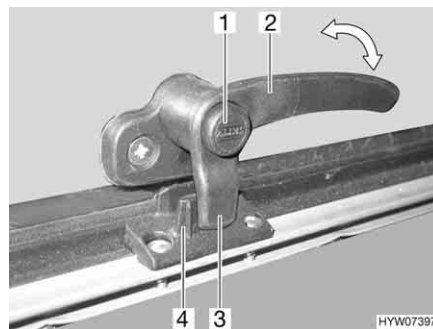
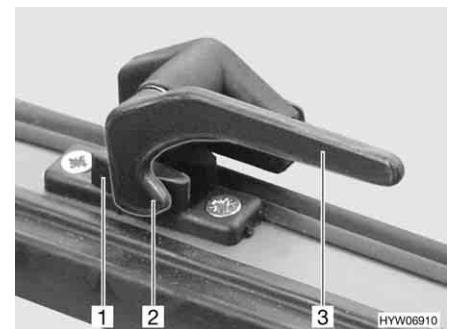

Fig. 73 Levier de verrouillage avec bouton de sécurité en position "Fermé"
Fig. 74 Levier de verrouillage en position "Fermé"
- S'il existe, appuyer sur le bouton de sécurité (Fig. 73,1) et le maintenir enfoncé.
- Tourner tous les leviers de verrouillage (Fig. 73,2 ou Fig. 74,3) d'un quart de tour vers le centre du lanterneau.
- Tourner tous les leviers de verrouillage (Fig. 73,2 ou Fig. 74,3) d'un quart de tour vers le cadre. Le tenon de verrouillage (Fig. 73,3 ou Fig. 74,2) repose sur le côté intérieur du verrouillage du lanterneau (Fig. 73,4 ou Fig. 74,1).
- En position "Fermé" (Fig. 73 et Fig. 74)